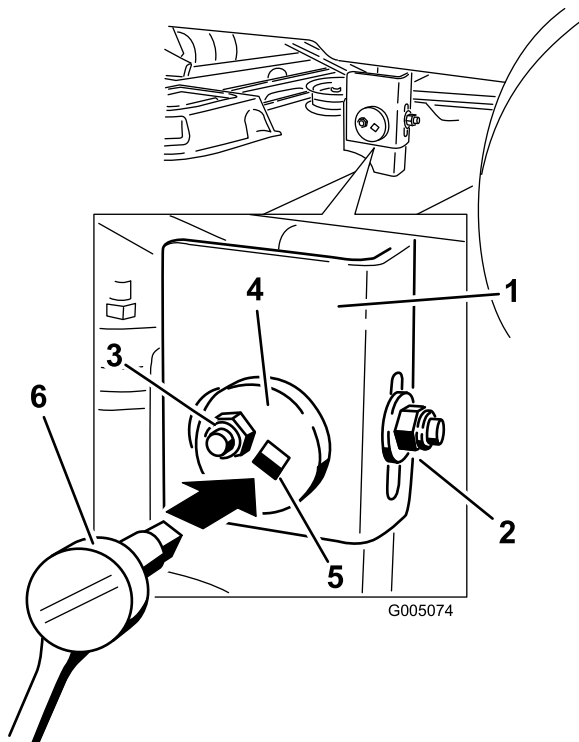

Figure 37
7. Passez au côté gauche de la machine. Desserrez sans le retirer, l'écrou de blocage arrière sur le support (Figure 37).
8. Desserrez l'écrou de blocage latéral sur le support jusqu'à ce qu'il soit possible d'ajuster la plaque excentrique (Figure 37).
9. Arrêtez le plateau de coupe et vérifiez sa hauteur, puis serrez l'écrou de blocage latéral sur le support pour fixer cette nouvelle position (Figure 37).